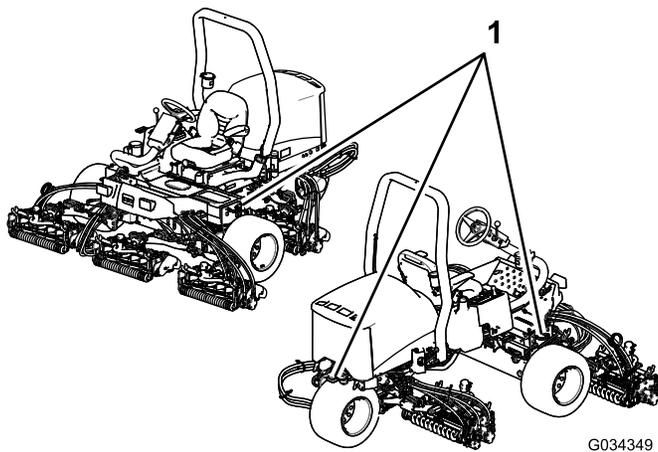

Bild 44
- Vergurten Sie die Maschine sicher mit Riemen, Ketten, Kabeln oder Seilen. Die vorderen und hinteren Gurte sollten nach unten und außerhalb der Maschine verlaufen, siehe Bild 44.